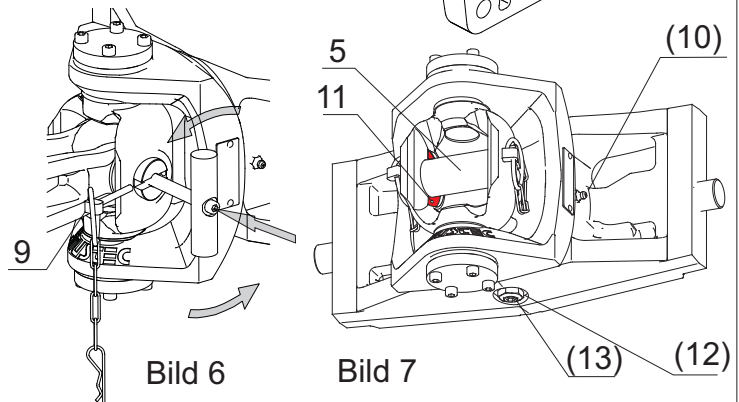

Bild 6
- 4.1.4** Montage-Handgriff (8) herausdrehen und Kupplungsbolzen (5) mit zweitem Klappsplint (9) sichern [ Bild 6 ]